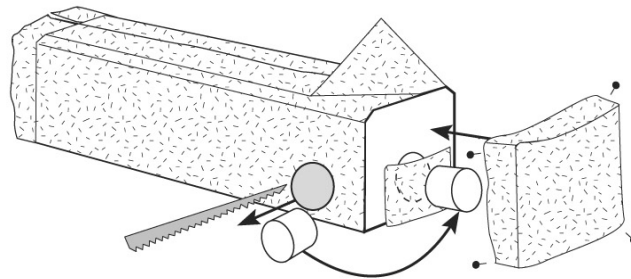

Figure 5 - Mise place du manchon pour angle droit
Tous les blocs CLIPCEN ont un pré-découpage sur les cotés pour permettre de réaliser les angles à 90° (voir figure 5)
- A l'aide du cylindre découpé, placez une nappe de géotextile de 25cm x 25cm devant le cylindre, fermer l'entrée du collecteur puis recouvrir le géotextile (voir figures 5 et 6).